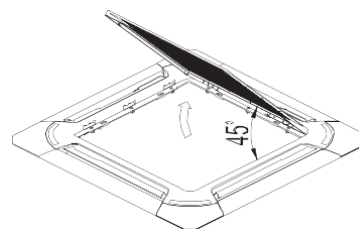

Fig.1-8
- Ziehen Sie das Gitter bis zu einem Winkel von etwa 45 Grad hoch und nehmen es ab. (siehe Abb.1-8)